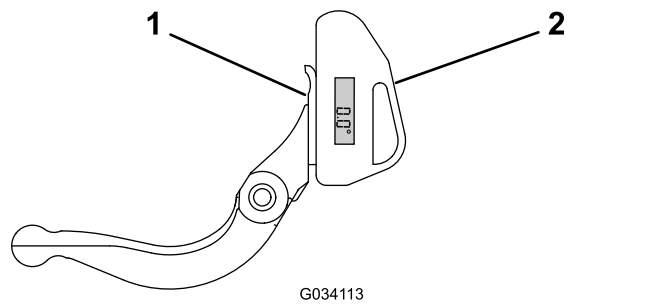

Figura 25
- Coloque el indicador de ángulo en el lado inferior de la contracuchilla, según se muestra en Figura 25.